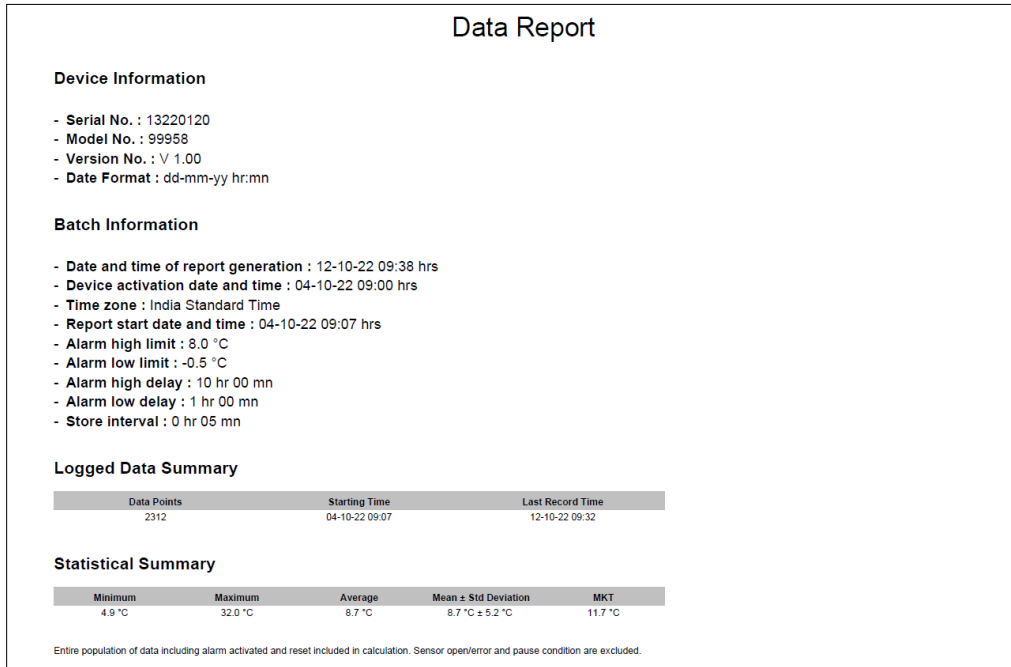
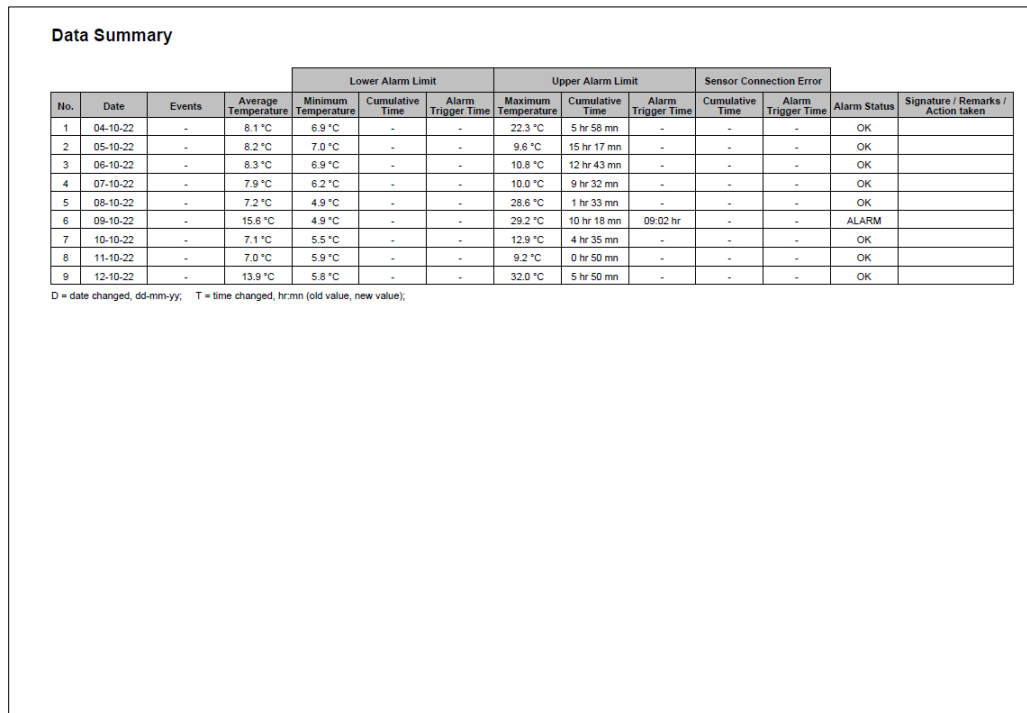
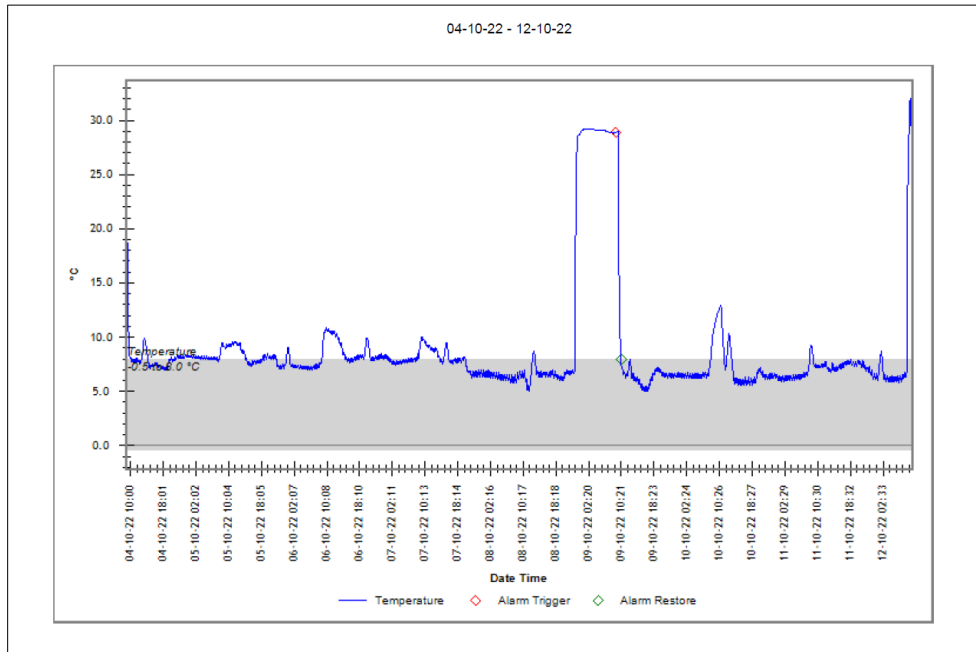

图22示例PDF报告第一部分
图23样例 PDF 报告第二部分
图24示例 PDF 报告第 -3 部分
- 从 LM^{Pro} FZT 数据记录器生成的三天记录数据的示例 PDF 文件如图 22、图23 和图 24 所示。本报告由以下数据组成：
- 图中的灰色带表示报警上下限内的区域。报警触发、报警恢复、传感器连接错误的指示在图形标签中指定，如图24所示。